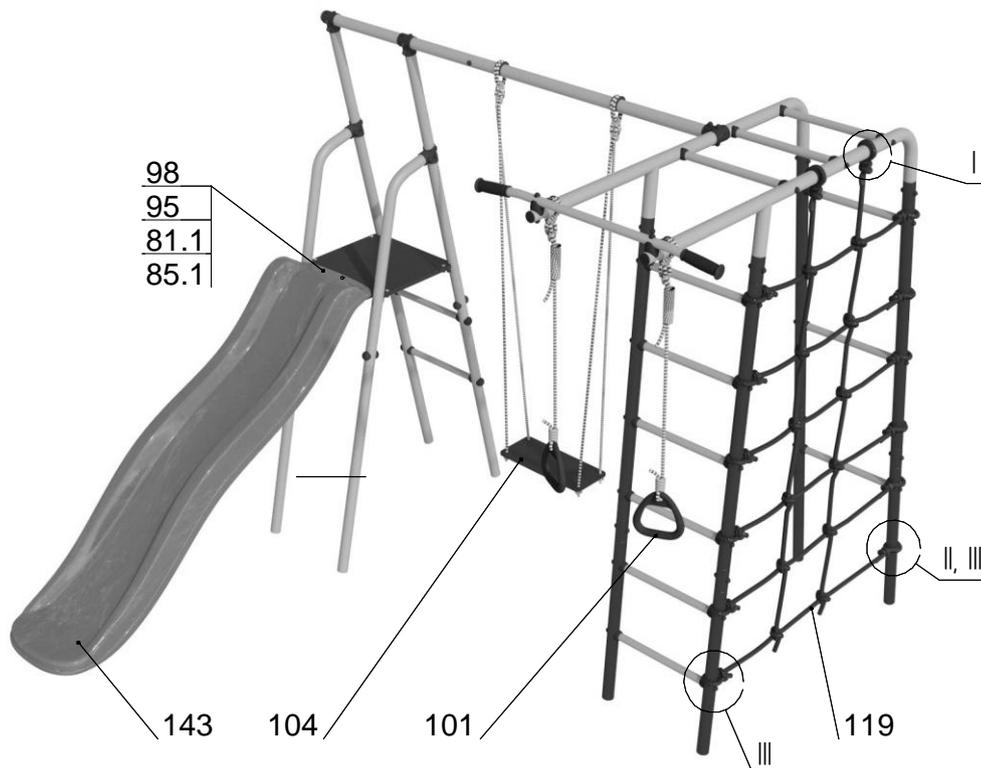

Рис.11
10.4.1 После полного застывания бетона установить навесное оборудование и горку (рис. 11).